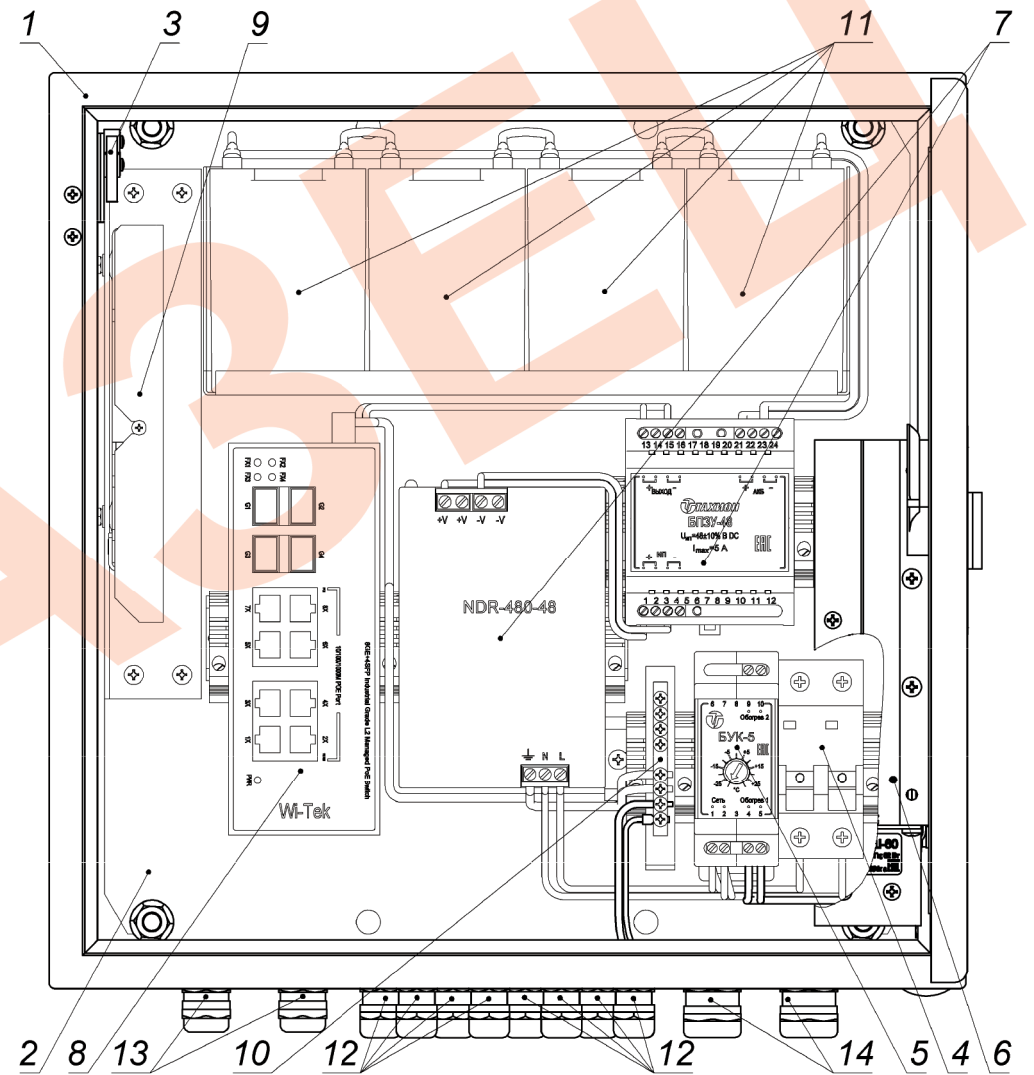

Рис. 2. Устройство термощафа (дверь открыта на 90°)
1. Заземлить изделие при помощи болта заземления (БЗ) (рис.2).
6. Подключить кабель питания к входу автомата питания S1 (сечение подключаемых проводов до 25 мм²), при этом фазный провод (L) соединить с контактом 1, нулевой провод (N) с контактом 3.